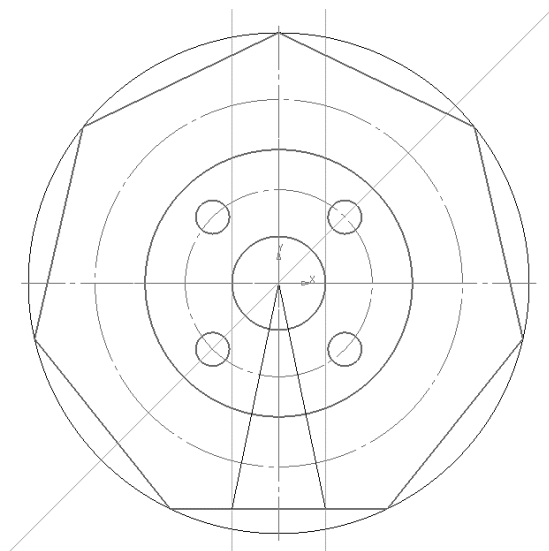

Рис. 25. Построение отрезков
2.4.2 Через точки пересечения окружности с параллельными прямыми, проведем два **отрезка**  к центру окружности, **тип линии** – тонкая (рис. 25).